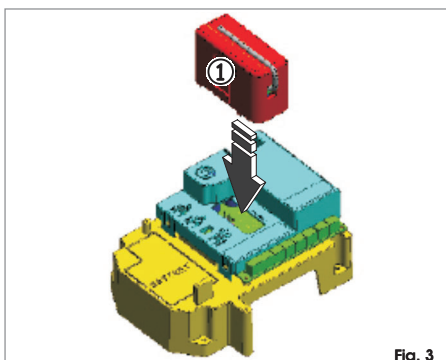

Fig. 3
L'apparecchiatura elettronica è provvista di un sistema di decodifica (DS, SLH, RC, LC) bi-canale integrato chiamato OMNIDEC. Questo sistema permette di memorizzare, tramite un modulo ricevente aggiuntivo (Fig. 3 rif. ①) e radiocomandi della stessa frequenza, sia l'apertura totale (OPEN A) sia l'apertura parziale (OPEN B) dell'automazione.